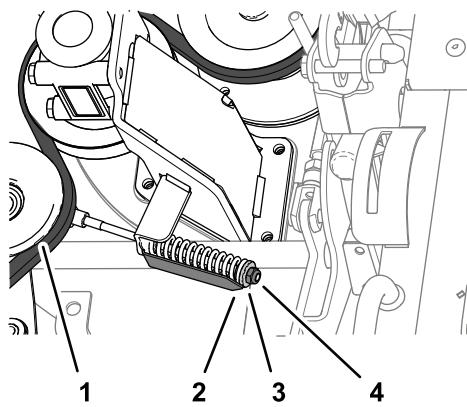

図 133
2. ジャムナットの締めつけるテンションインジケータの矢印がワッシャの外側表面と同じになるまで締め付ける図 133。
4. ベルトテンショナのプーリからベルトを外せる程度まで、ベルトテンショナのジャムナットをゆるめる図 133。